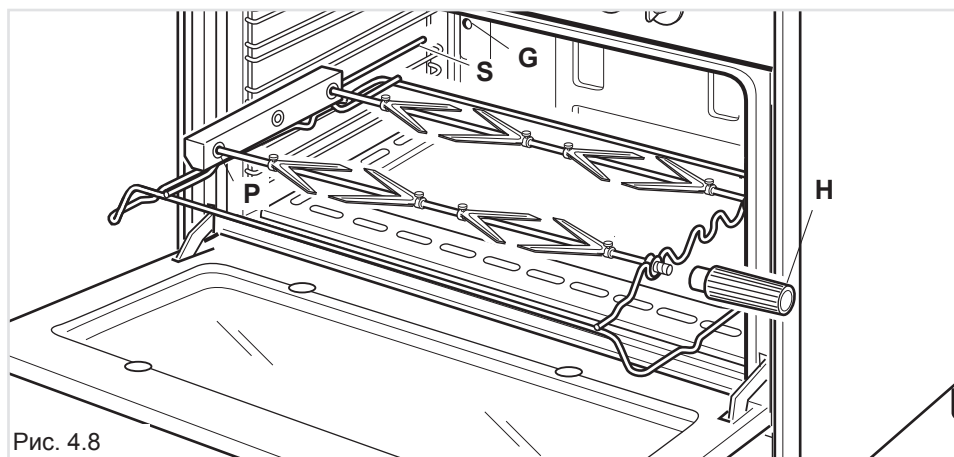

Рис. 4.8
- Вставьте вертел в отверстие «**Р**» (рис. 4.8)